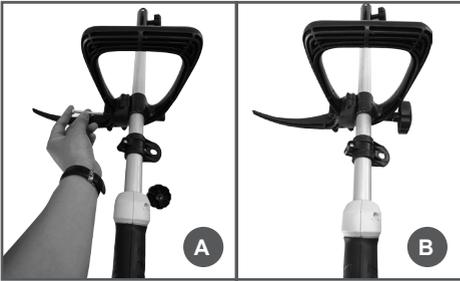

Рис. 6 Установка рабочей рукоятки
4. Установите рабочую рукоятку на верхнюю штангу так, чтобы упор был с левой стороны (смотреть по ходу движения). Вставьте болт крепления рукоятки с левой стороны (смотреть по ходу движения) до упора (Рис. 6А) и закрутите барашковую гайку, не затягивая ее (Рис. 6В).